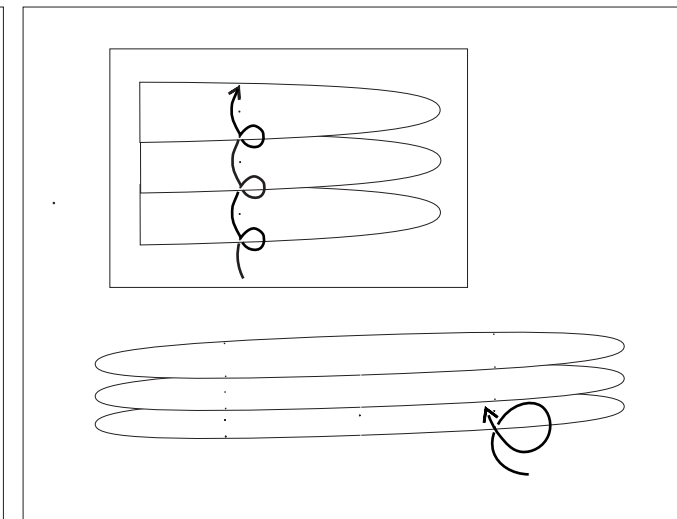

Fig. 6
7. Assembler les lames du store avec de la ficelle en suivant la Fig.6: utiliser deux ficelles: une pour l'extrémité gauche, l'autre pour l'extrémité droite. Laisser une longueur égale de ficelle pour former une boucle en haut de la «pile» d'ellipses.